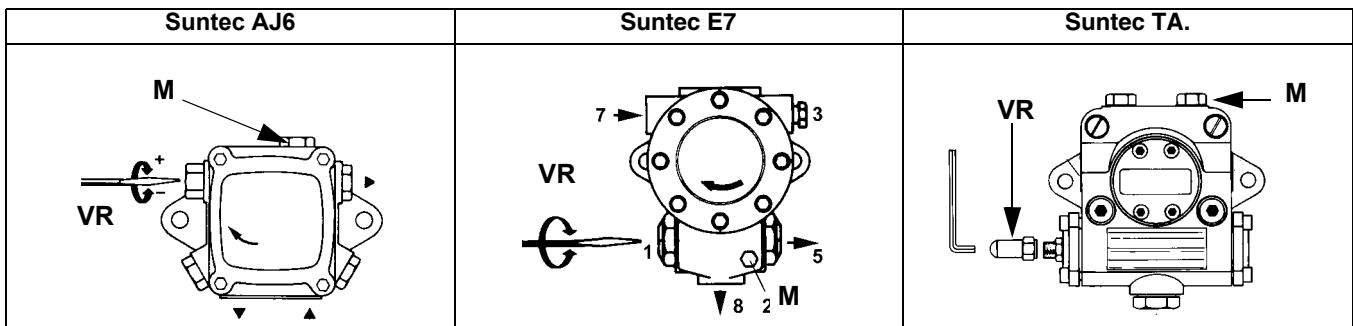

Рис. 26
- выпустить воздух со штуцера (**M**) манометра насоса (Рис. 26), расслабив слегка заглушку, но не снимая ее; затем отпустить контактор;